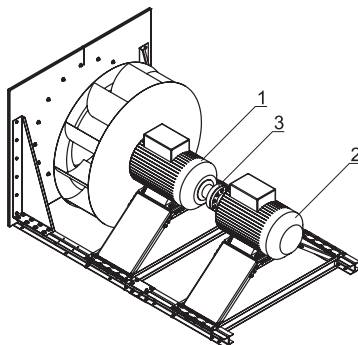

Рисунок 12.1
Вариант с муфтовым соединением (рис. 12.1) состоит из резервного двигателя (1) и основного (2), которые располагаются друг за другом на одной оси. Основной двигатель (2), расположенный в задней части моторного блока, приводит через упругую втулочно-пальцевую муфту ГОСТ 21424-93 (3), в холостую вращаемый резервный двигатель с расположенным на его валу рабочим колесом. Упругие резиновые втулки пальцев, соединяющих две полумуфты, благодаря деформации, позволяют компенсировать погрешности по соосности валов электродвигателей.